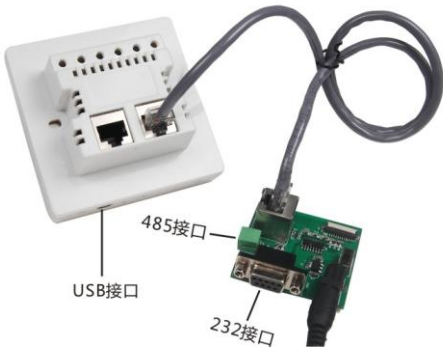

图 1.2 网口转接调试板
- 2. 网口转接板。用于给屏供电、PC 联机和图片下载，如图 1.2 所示。